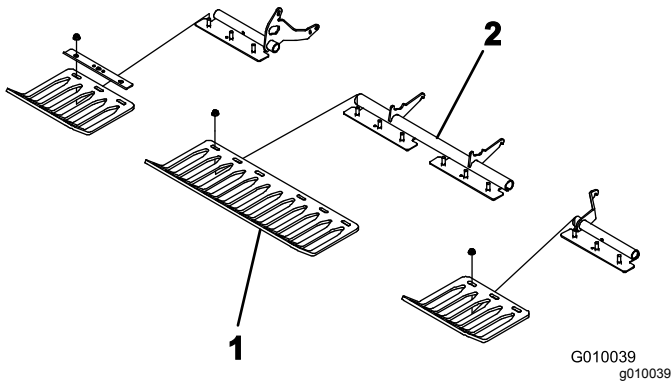

Bild 25
4. Befestigen Sie die Rasenschutzeinrichtungen mit 4 Rasenschutzklemmen und 12 Bundmuttern lose an den Halterungen der Rasenschutzeinrichtung (Bild 25). Ziehen Sie die Bolzen nicht fest.
Hinweis: Rasenschutz-Klemmen und Bundmuttern sind ab Werk an den Halterungen für den Rasenschutzeinrichtung befestigt (Bild 25).